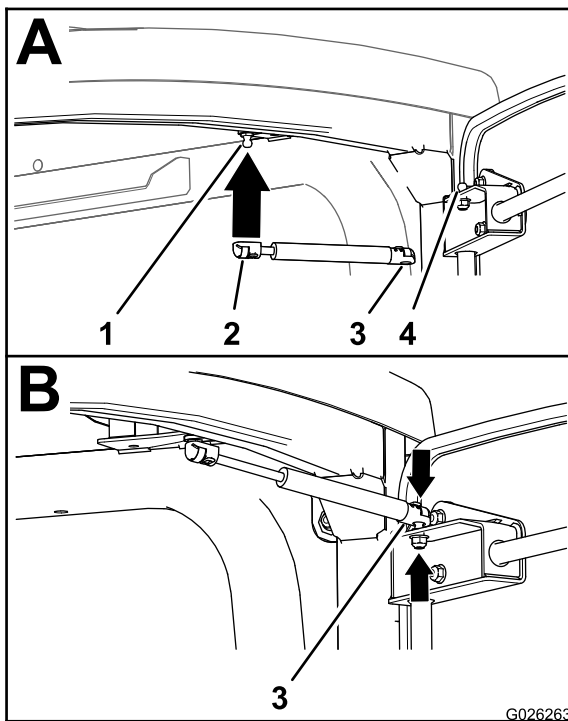

Figura 3
4. Monte el acoplamiento de la varilla del amortiguador sobre el espárrago con bola del bastidor de la cabina (Figura 3).
5. Conecte el acoplamiento del cilindro del amortiguador al espárrago con bola del bastidor de la puerta (Figura 3).